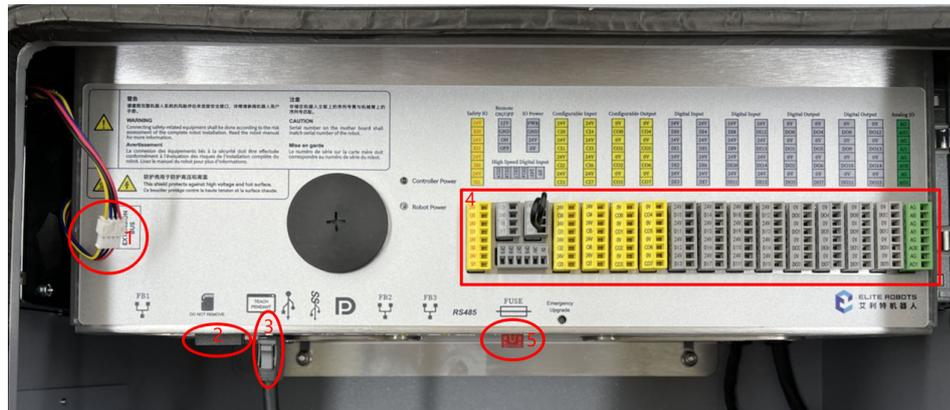

图 3-33 接线、插线、插卡及保险丝及 IO 插头
- 接上风扇的连接线，插上示教器线缆，插上闪存卡、保险丝和 IO 插头，如图 3-33 所示：